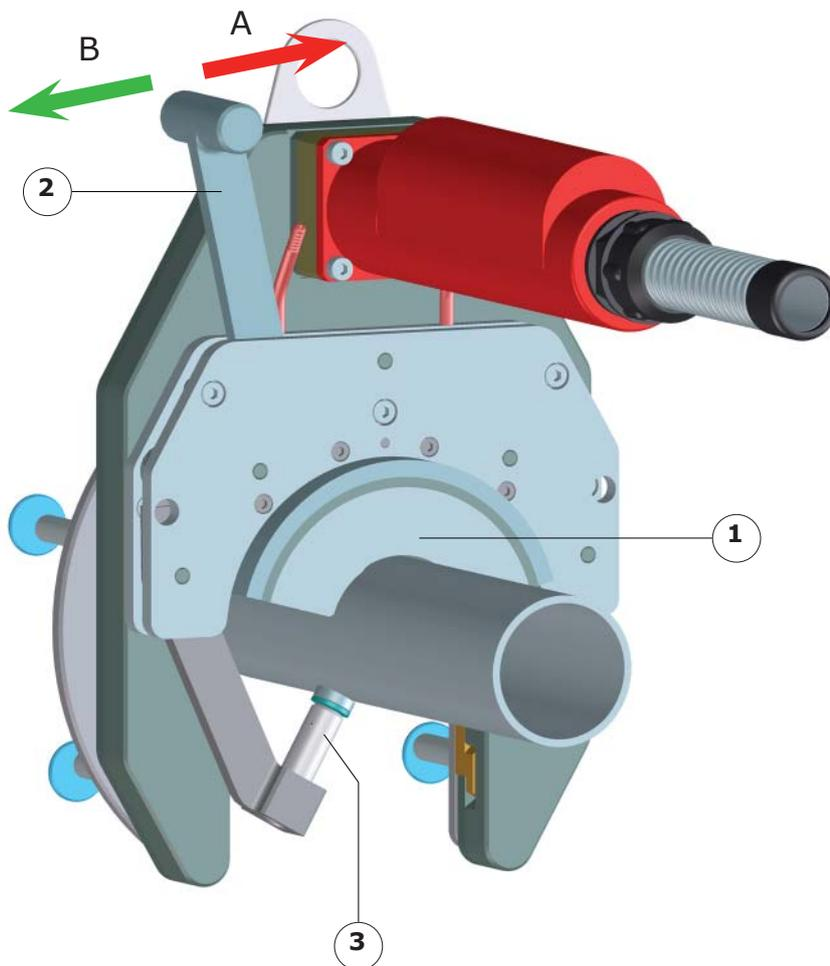

Abb. 5.15 - Spannschale
- Spannvorrichtung mit einer dem Durchmesser des Rohrs entsprechenden Spannschale (Abb. 5.15 - Pos. 1) versehen,
- Spannvorrichtung mithilfe des Steuerungshebels schließen (Richtung A) (Abb. 5.15 - Pos. 2), in dieser Position muss das Rohr frei sein